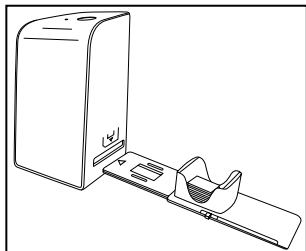

Bild 2
- ◆ För in diabilsmagasinet **6** med observationsfönstret först i det högra facket **4**. Kontrollera att triangelmärket sitter framtill och är synligt (se bild 2).